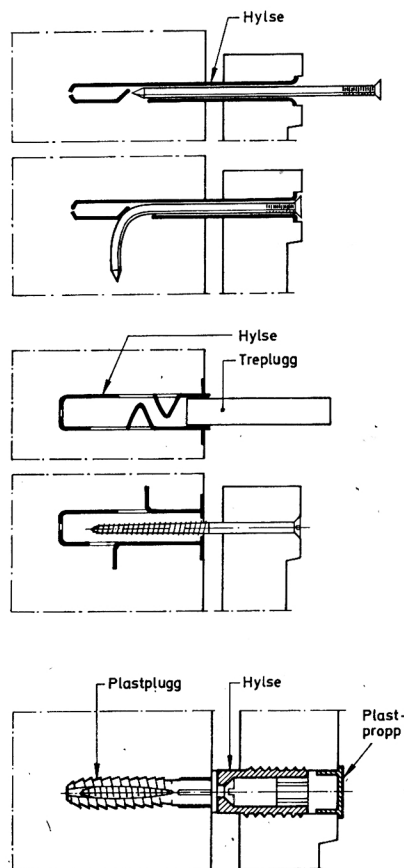

Fig. 211.
- 211 Til feste i lettbetong finnes plastplugg, forskjellige typer skruhylser og spesialspiker, fig. 211. De fleste av disse krever forboring.